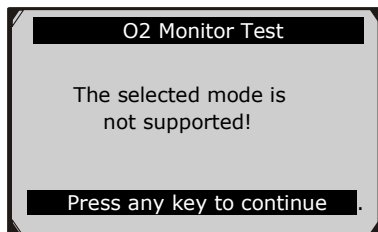

Figura 5.25
- Si el vehículo no soporta el modo, un mensaje de advertencia se mostrará en la pantalla. (Figura 5.25)